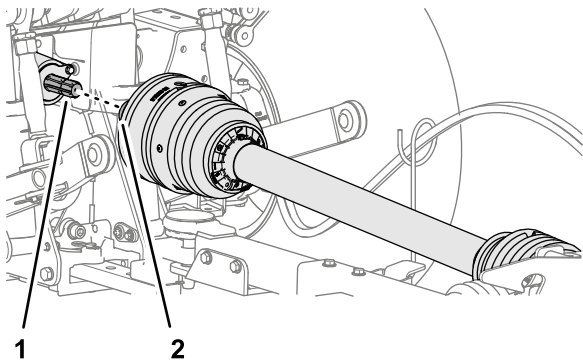

図 26
2. 駆動シャフトのクイックコネクトカップリングを、PTO の出力シャフトに合わせる 図 26。